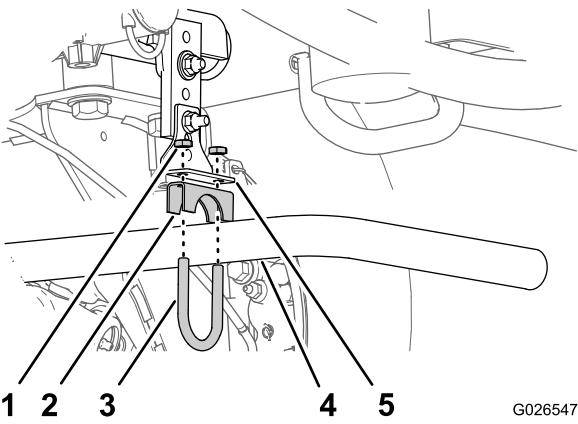
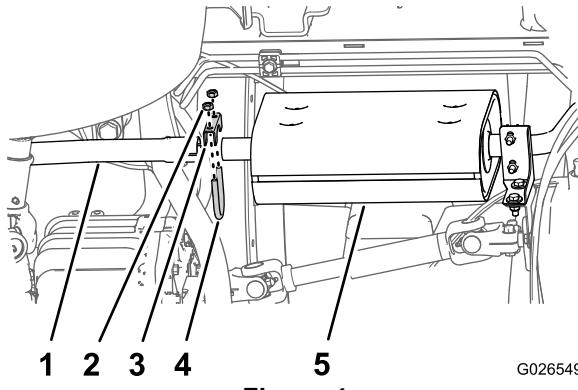

Figure 2
Figure 4
1. Sur la patte de suspension d'échappement et le support de tuyau d'échappement, retirez les 2 écrous, l'étier fileté et l'assise de l'étier qui fixent le tube arrière au support (Figure 2).
3. Retirez les 2 écrous, l'étrier fileté et l'assise de l'étrier qui fixent le tuyau arrière au tuyau de sortie du silencieux (Figure 4).
4. Déposez le tuyau arrière de la machine, et mettez le tuyau au rebut (Figure 2 et Figure 4).